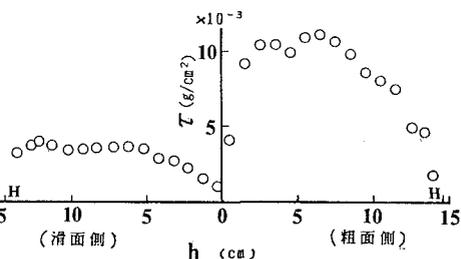
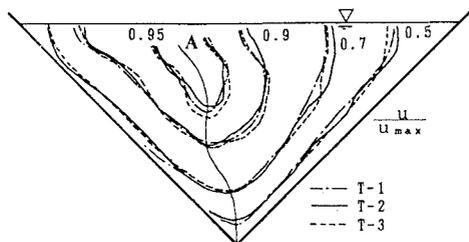

図6. 壁面せん断力分布
図7. 主流速分布
(1) 図7に水深Hを変えた場合の等流速線図を示す。この断面形状は水深に関わらず相似な形状であるが、この図よりその流れも相似であることがわかる。壁面せん断力分布は、RunT-2の場合を図6に示す。平板上の場合と異なり、粗面側の壁面せん断力が滑面側に比べ数倍大きい値をとっており、流れ全体に対し粗面側の影響が大きいことを示している。また分布形も滑面側は水面付近まで比較的一様なのに対し、粗面側では水面に近づくにつれ徐々に
となる範囲までとする。図7の曲線Aは(2)式を満たす曲線であり、図上では等主流速線が各壁面に対し45°の角をなす点を結んだものである。この各々の領域においては流速の対数分布則がほぼ成立していることや、両側滑面の実験によるとやはり中心線までは対数則がほぼ成立し、またその支配壁面に平行な面をせん断面とするReynolds応力が中心線付近まではほぼ直線分布をしていることなどから、この範囲を支配領域として良いものと思われる。